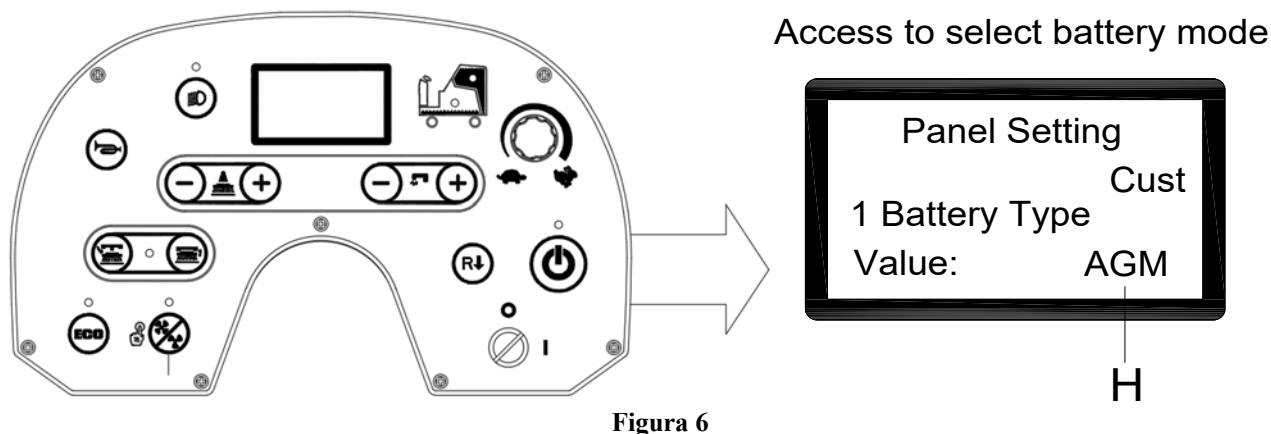

Figura 6
1. Apăsați simultan butoanele pentru debit de apă "-" (A, Figura 6) și "+" (B, Figura 6).
2. Inserați cheia de contact (C, Figura 6) și rotiți-o la poziția „I”.
3. După câteva secunde, accesați ecranul de selectare a modului bateriei (Figura 6).
4. Apăsați butoanele pentru debit de apă "-" (A, Figura 6) și "+" (B, Figura 6) pentru a selecta modul baterie (H, Figura 6).
5. Dacă după 3 secunde se afișează „Actualizare OK”, înseamnă că setarea a fost efectuată cu succes; reporniți mașina. (C, Figura 6).